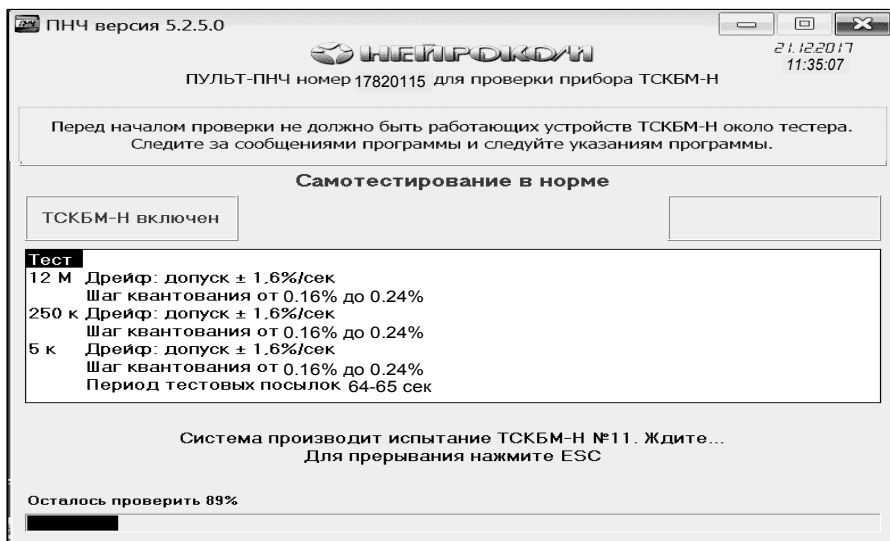

Рисунок 4.6 - Отображение процесса проверки ТСКБМ-Н
4.4.6 Включенное состояние ТСКБМ-Н всех исполнений индицируется светящимся индикатором «Прием» пульта ПНЧ и фиксируется программой проверки. Как только программа зафиксировала включенное состояние ТСКБМ-Н, начинается проверка прибора, которая отображается на панели контроля ТСКБМ-Н, см. рисунок 4.6. При выполнении процесса проверки необходимо следовать указаниям программы.